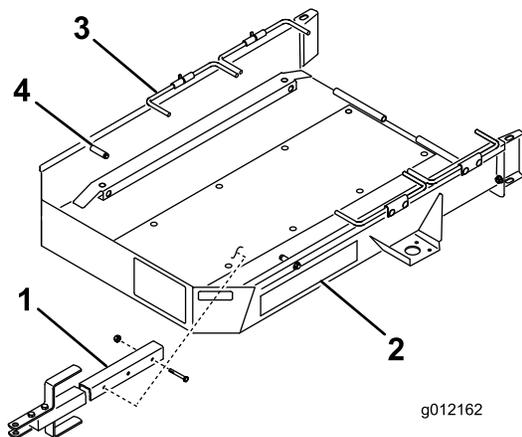

Figura 1
1. Fissate il gruppo timone alla staffa di montaggio nella parte sottostante del pianale del rimorchio con 2 bulloni ($3/8 \times 2^{3/4}$ "), 2 distanziali e 2 dadi di bloccaggio. Nella maggior parte delle applicazioni utilizzate la serie anteriore di fori di montaggio del timone e della staffa (Figura 1).
3. Rimuovete i cesti dalla macchina, disinserite i comandi della trazione e portate l'acceleratore in posizione di minimo. Conducete **lentamente** la macchina sopra il rimorchio sinché le ruote di trasporto entrano in contatto con i fermi del rimorchio (Figura 1).
5. Ruotate la prima serie di aste delle ruote verso il basso dietro alle ruote di trasporto (Figura 1).